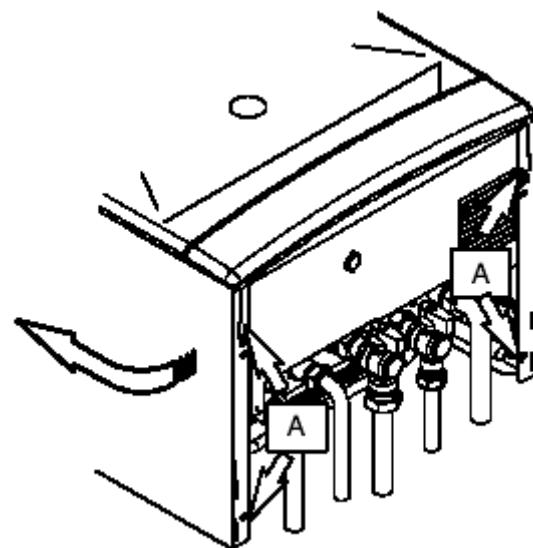

Fig. 9.2. Vista pelo lado inferior
2. Desapertar os parafusos “A” na fig. 9.2. e retirar os painéis laterais, empurrando -os para cima, de modo a que soltem dos ganchos superiores.